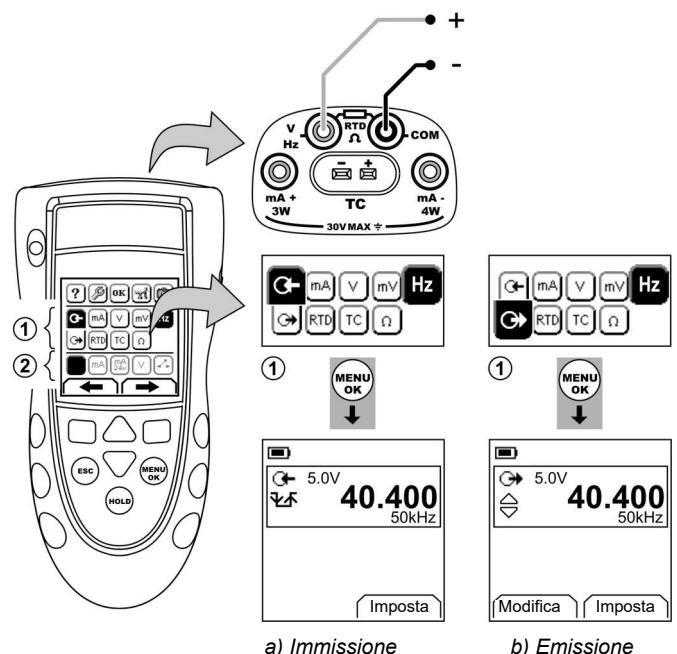

Figura 6: Esempio di configurazione – per misurare/emettere Hz o Impulsi
- Collegare lo strumento (Figura 6) e, se necessario, modificarne il Setup (Tabella 1).